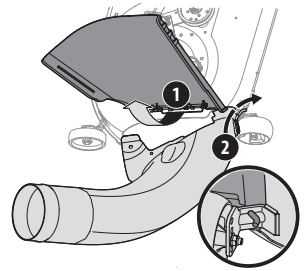

Figure 16
1. Tandis que la goulotte d'éjection du tracteur est relevée et maintenue ouverte (1), installez le coude de la goulotte en plaçant la tige de montage du coude de la goulotte dans la patte de montage de la goulotte (2), comme indiqué à la Figure 16.